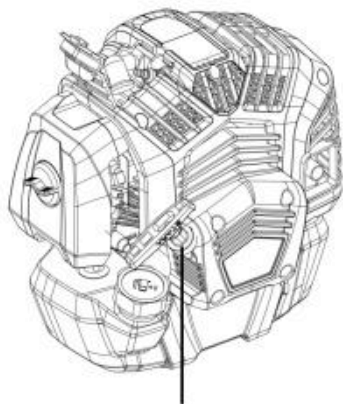

Fig. 28
2. Håll produkten stabilt och dra lätt i rekylstarthandtaget tills du känner motstånd och dra sedan snabbt i det. Gör det igen tills motorn startar (fig. 28).